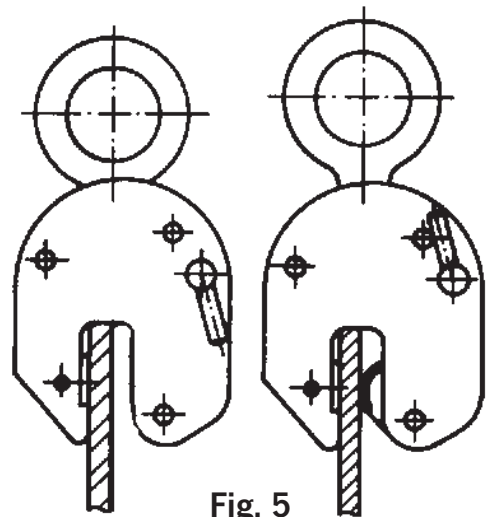

Fig. 5
En la posición OPEN (AUF) las mordazas permanecen abiertas. En esta posición se puede colocar la garra de forma que entre la carga completamente en la boca (apertura). En la posición CLOSED (ZU) las mordazas están posicionadas en la carga mediante la presión de un resorte. Este posicionamiento asegura el accionamiento de las mordazas antes de empezar a levantar la carga; una vez realizado esto se puede empezar a levantar la carga (ver Fig. 5).
De last kan nu opgehesen en getransporteerd worden (Fig. 5).